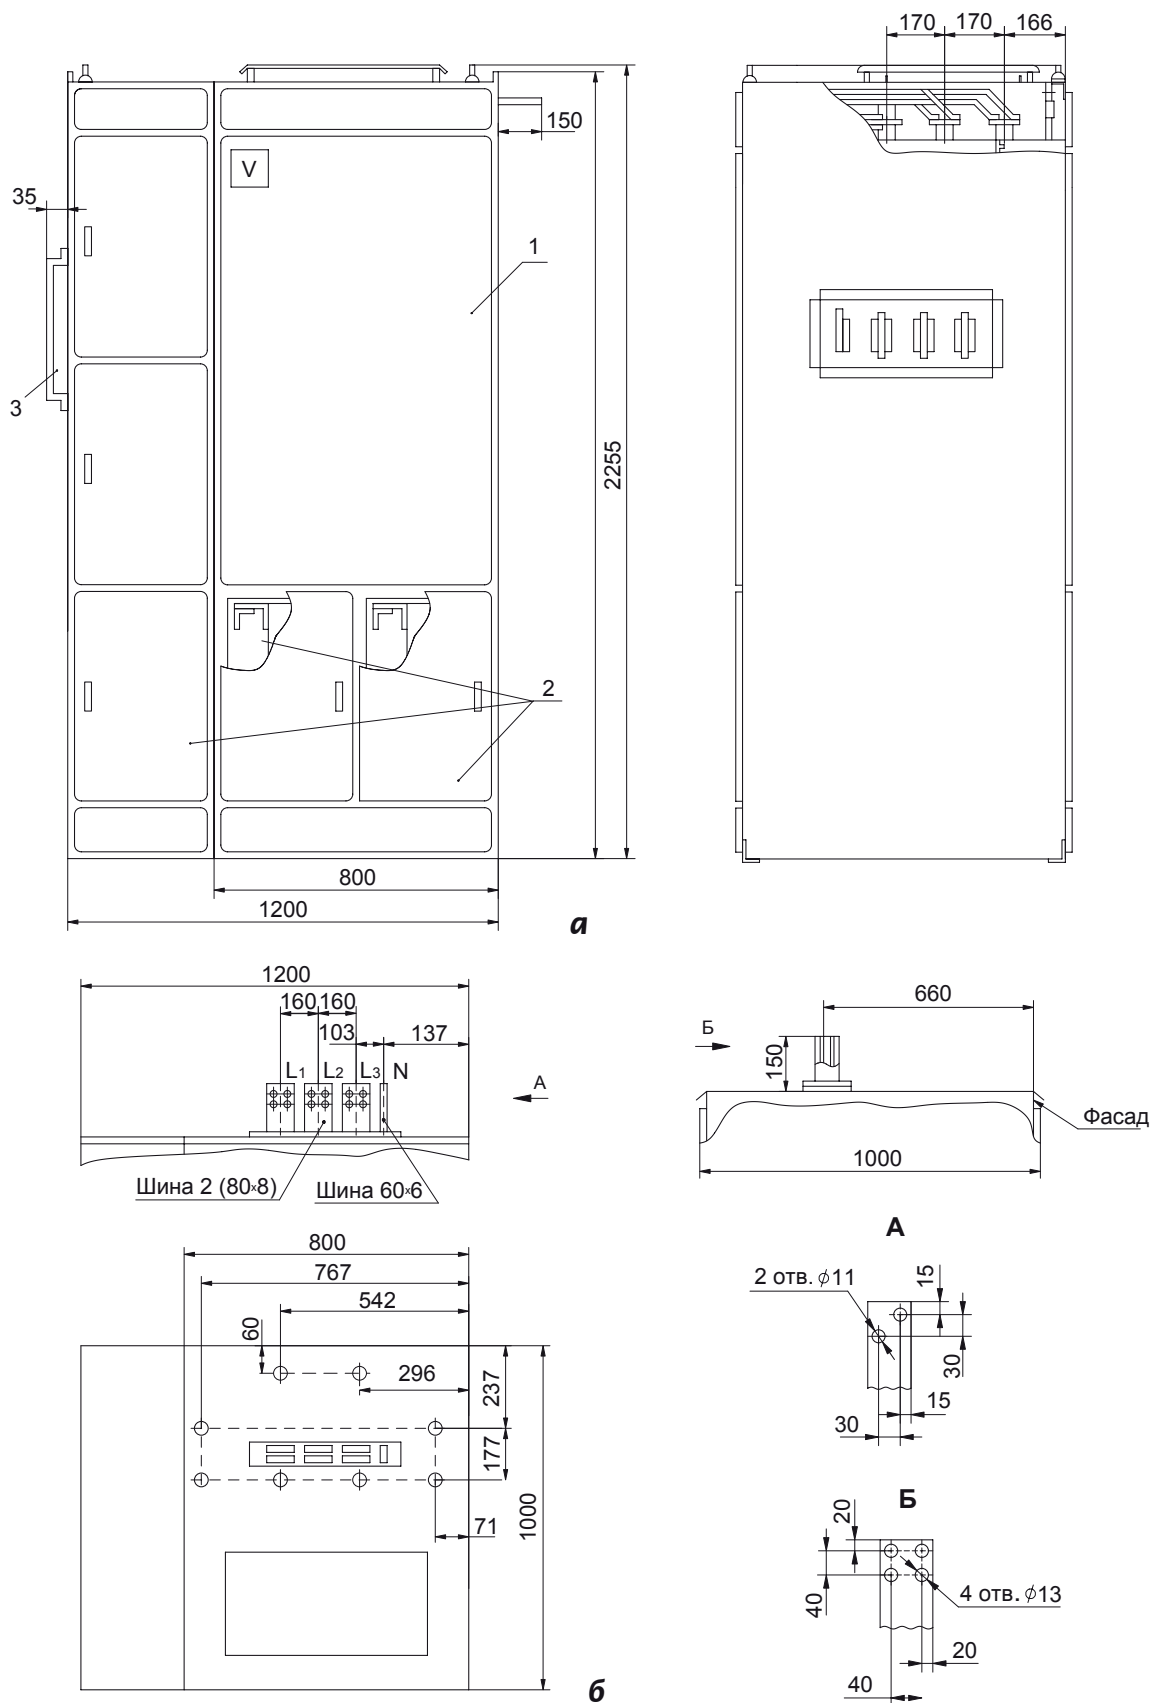

Рис. 7 Общий вид, габаритные, установочные и присоединительные размеры шкафов ввода 7ШН-14, 7ШН-16, 8ШН-14:
- б** - 7ШН-16 (остальное см. рис. 7а)